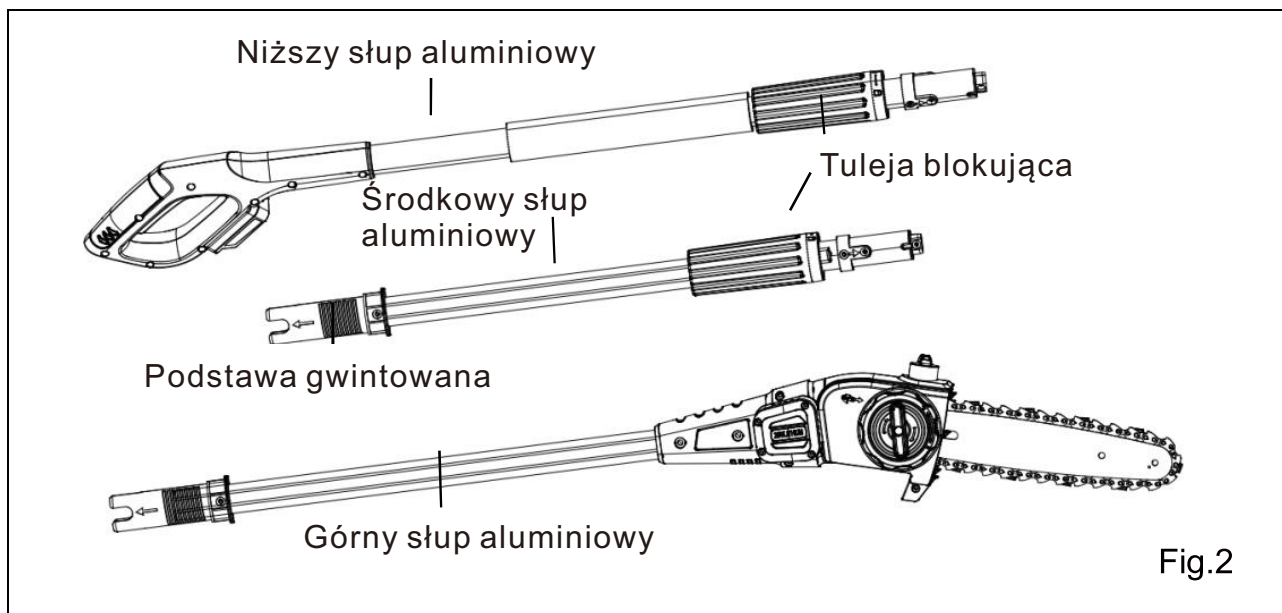

Fig.2
**ŁĄCZENIE DRAŻKÓW (patrz rysunek 2)**